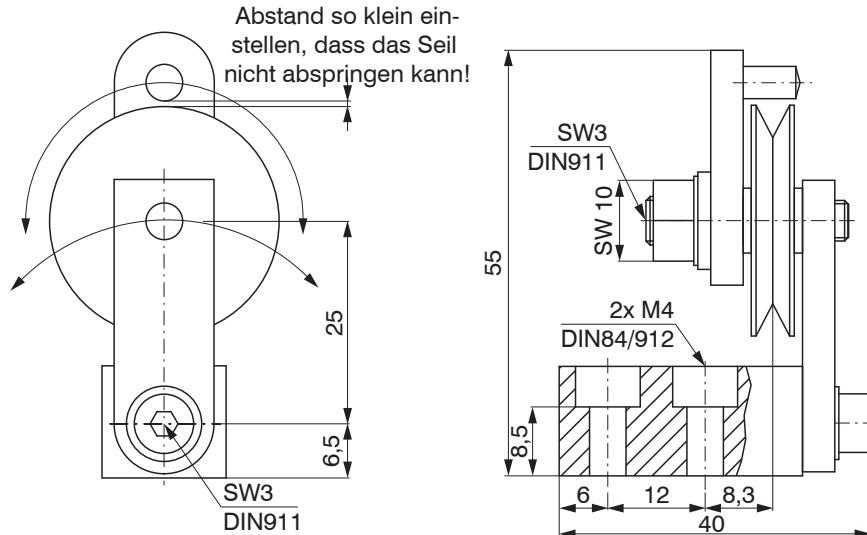

Abb. 8 Umlenkrolle TR1-WDS mit Montagefuß, Abmessungen in mm
- TR1-WDS Seilumlenkrolle mit Montagefuß, siehe Abb. 8